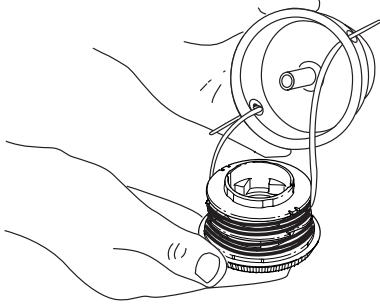

Fig. 48
3. Inserte los extremos de la línea de corte del nuevo carrete interior dentro de los ojajillos de la bobina exterior (Fig. 48). Coloque el nuevo carrete interior con la flecha hacia arriba dentro de la bobina exterior.
3. Saque el carrete interior con la línea existente de la bobina exterior (Fig. 48).